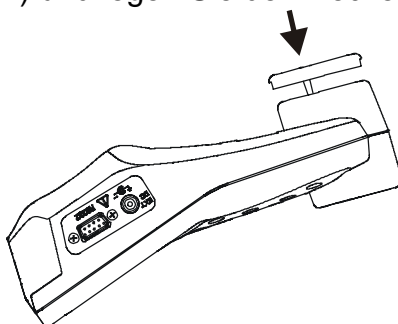

Bild 1.2: Schließen des Batteriefachs
3. Schwenken Sie das Instrument, so dass die Anzeige niedriger als das Batteriefach ist (Bild 1.2) und legen Sie den Deckel auf die Batterien.